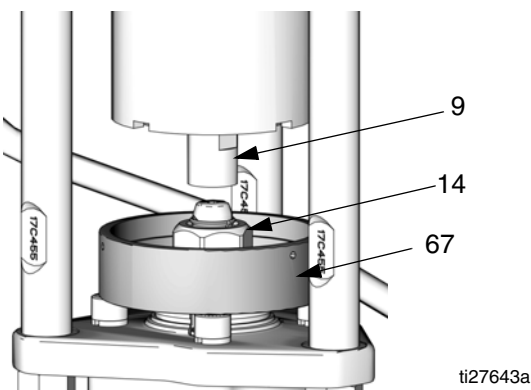

FIG. 9. Posicione o coletor
2. Faça jog com o motor para mover o pistão deslizante (9) para cima, dando acesso para colocar o coletor (67) entre o cilindro deslizante e a haste do pistão.
3. Consulte a FIG. 9. Posicione o coletor (67) sobre a porca de acoplamento (14) desça-a pela biela do pistão da bomba.